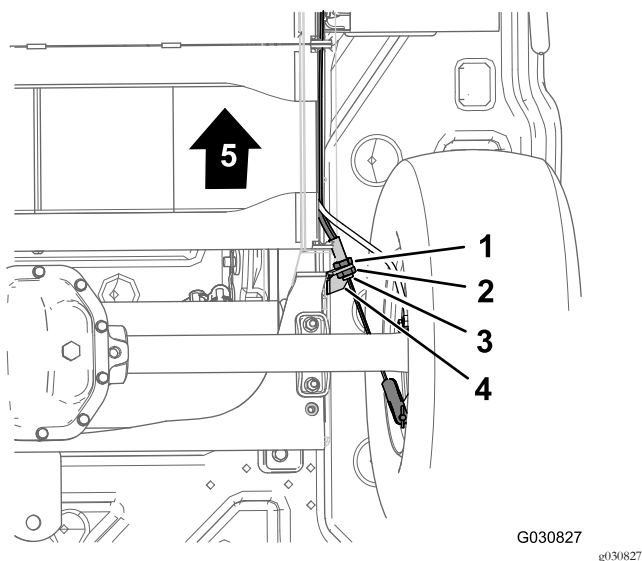

Рисунок 48
3. В нижней части автомобиля ослабьте заднюю контргайку резьбового регулятора троса стояночного тормоза на 4 оборота (Рисунок 48).
4. Затяните переднюю зажимную гайку (Рисунок 48).
- A. Ослабьте затяжку передней зажимной гайки (Рисунок 48) на резьбовом регуляторе троса стояночного тормоза на один оборот.
- B. Затяните заднюю зажимную гайку (Рисунок 48).
- A. Ослабьте затяжку задней зажимной гайки (Рисунок 48) на резьбовом регуляторе троса стояночного тормоза на один оборот.
- B. Затяните переднюю зажимную гайку (Рисунок 48).